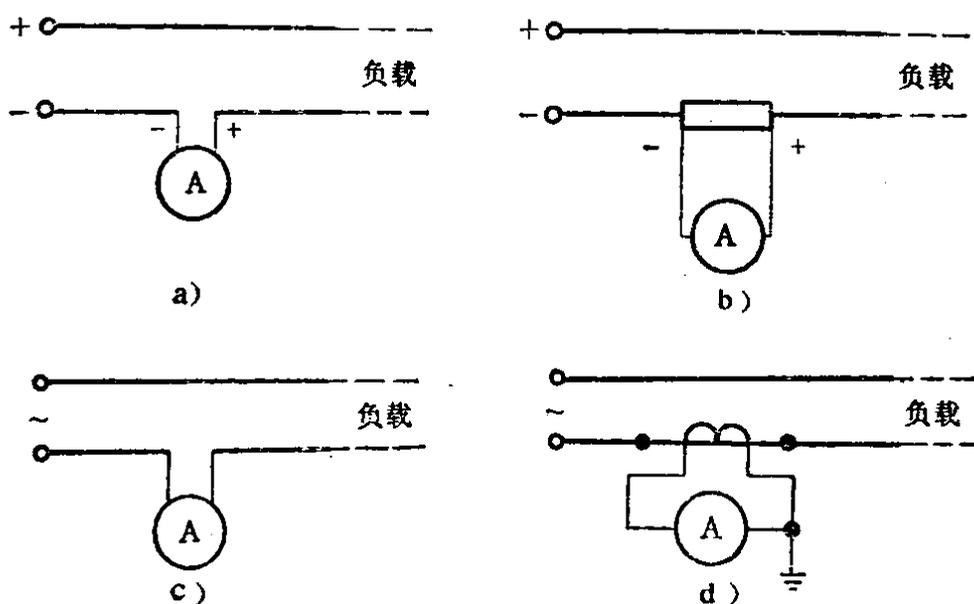

图1-3 电流表接线方法
直流表的接线柱旁边注有“+”和“-”的标记，“+”号接在电源正极一端，“-”号接在电源负极，让电流从表“+”极流入，“-”极流出。反接将会造成指针反转，损坏仪表。接线方法见图1-3 a)、b)所示。
②交流电流表。常采用电磁式或电动式测量机构，电流不大时，可以直接与负载串联。当负载电流大于电流表的量程时，要采用电流互感器。接线方法见图1-3 c)、d)所示，一次绕组与负载串联，二次绕组接电流表，并且要接地，以保证安全。在高压电路中，电流互感器二次绕组的额定电流通常为5安培。使用电流互感器时，要用截面大于2.5平方毫米的导线联接，二次回路不得开路，也不允许串入开关及